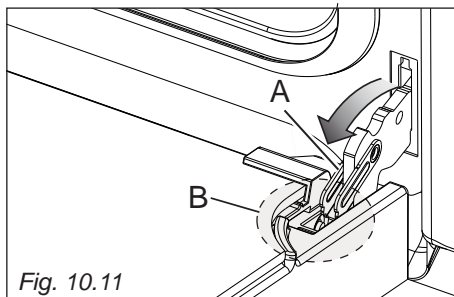
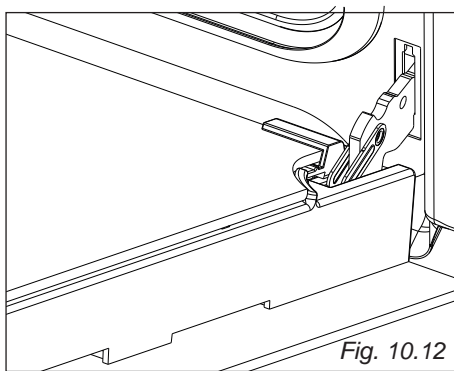

Fig. 10.11
Fig. 10.12
- Aprire completamente la leva "A" delle cerniere destra e sinistra (fig. 10.11).
- Socchiudere dolcemente la porta (fig. 10.12) fino a quando le leve "A" delle cerniere destra e sinistra si agganciano alla parte "B" della porta (fig. 10.11).